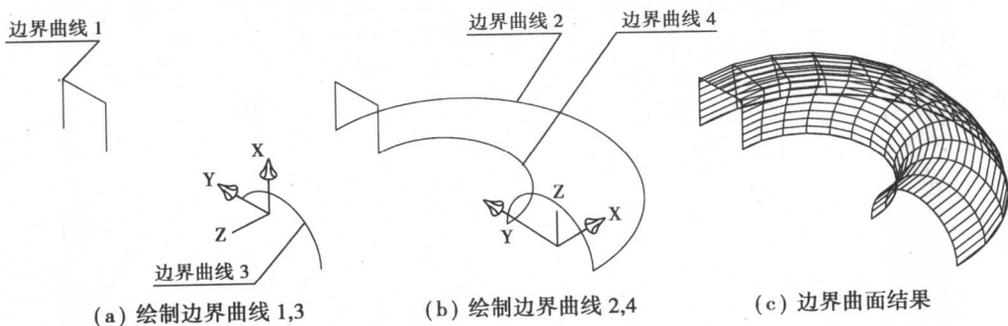

图 1.24 边界曲面作图步骤
例 1.6 作出如图 1.24(c)所示的边界曲面模型。
线3(边界曲线1用二维多段线绘制),如图1.24(a)所示。
②回到世界坐标系,作边界曲线2和边界曲线4,如图1.24(b)所示。
③设置网格密度($SURFTAB1 = 20$ $SURFTAB2 = 12$),输入边界曲面命令,依次选择边界曲线1,2,3,4,结果如图1.24(c)所示。